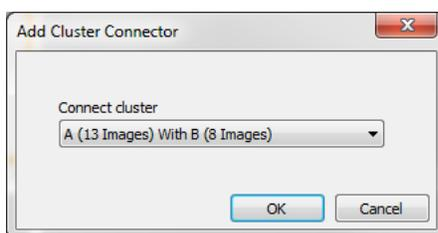

图 43: 添加一个组连接器
2. 从下拉列表选择两个组，单击**确定**。这将自动选择第一个组的最后两个图像，以及第二个组的前两个图像。参见下图。（图 43）